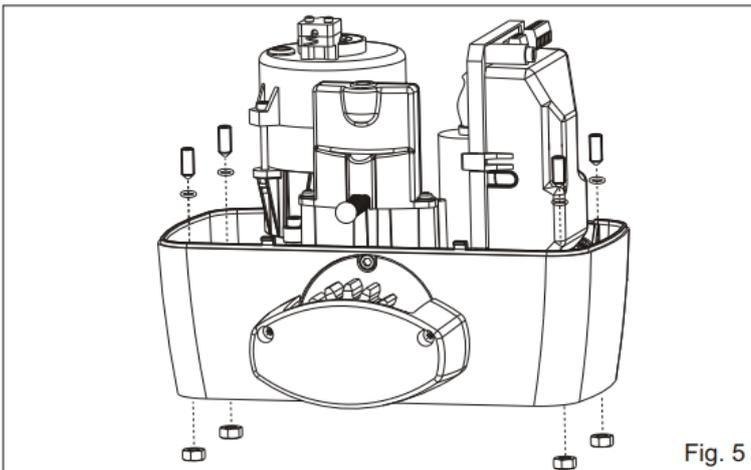

Fig. 5
4.1. Insertar los 4 pasadores en los respectivos agujeros para regular la altura del motorreductor a la placa (Fig. 5). Acabada la instalación, asegurarse que los 4 tornillos tengan un buen agarre sobre la placa de fundición.